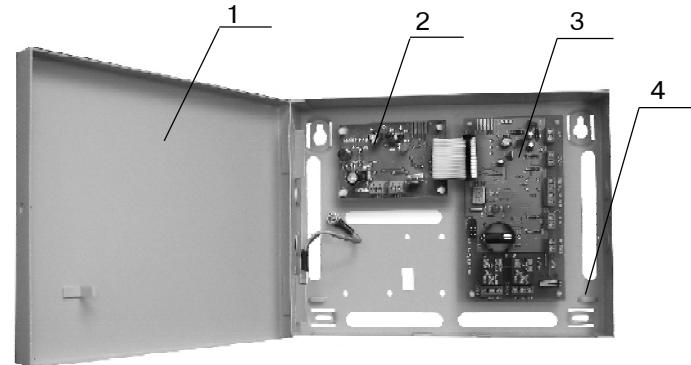

Рис. 3. Конструкция БЦ-А
Конструкция БЦ-А исполнение 1 приведена на рис. 3. Основными элементами БЦ-А являются: основание корпуса (4), плата центрального процессора (3) и модуль адресного шлейфа (МАШ) (2).